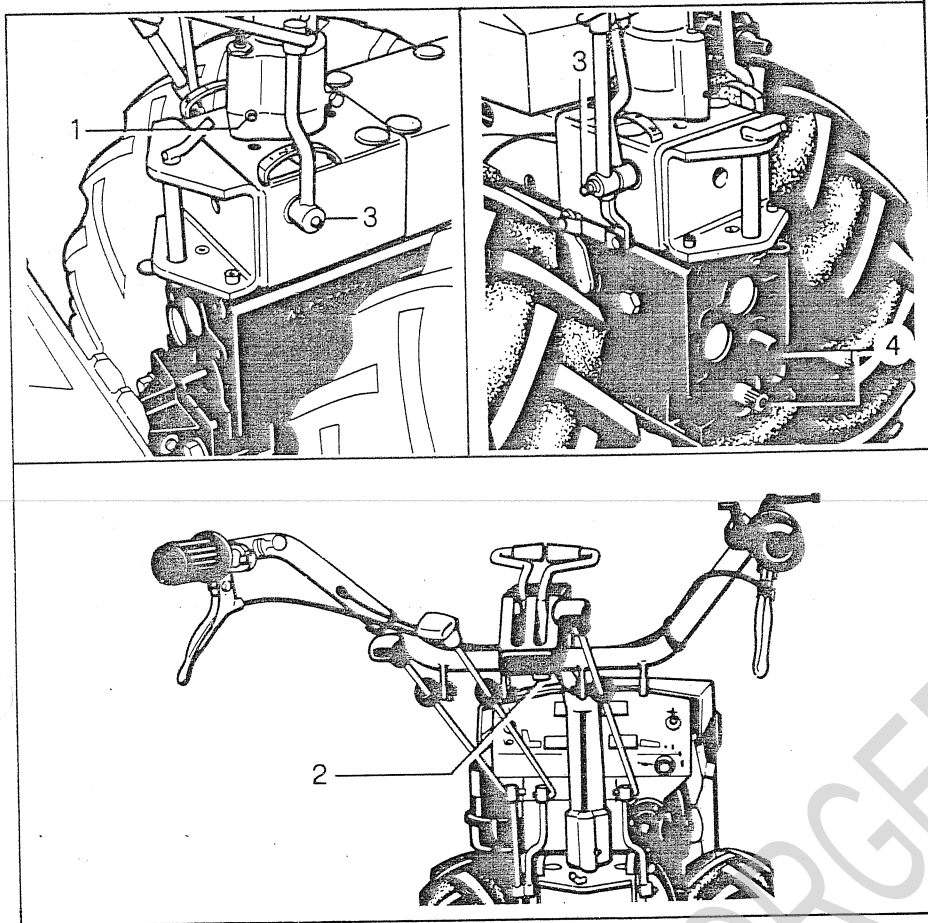

Fig. 14 - Bild 14
Folgende Schmierstellen unter Verwendung von FETT AGIP F1 GREASE 15 schmieren (siehe Bild 14):
Grease the following points making use of AGIP F1 GREASE 15 (see fig. 14):
Graisser les points suivants en utilisant de la graisse AGIP F1 GREASE 15 (voir fig. 14):
Filtre à air (voir fig. 14): laver la cartouche (1) au pétrole ou au solvant. En cas de colmatage ou d'usage des mailles, remplacer le filtre. Laver la cuvette (2) au pétrole et la remplir d'huile fraîche (même huile du moteur) jusqu'à l'encoche (3).